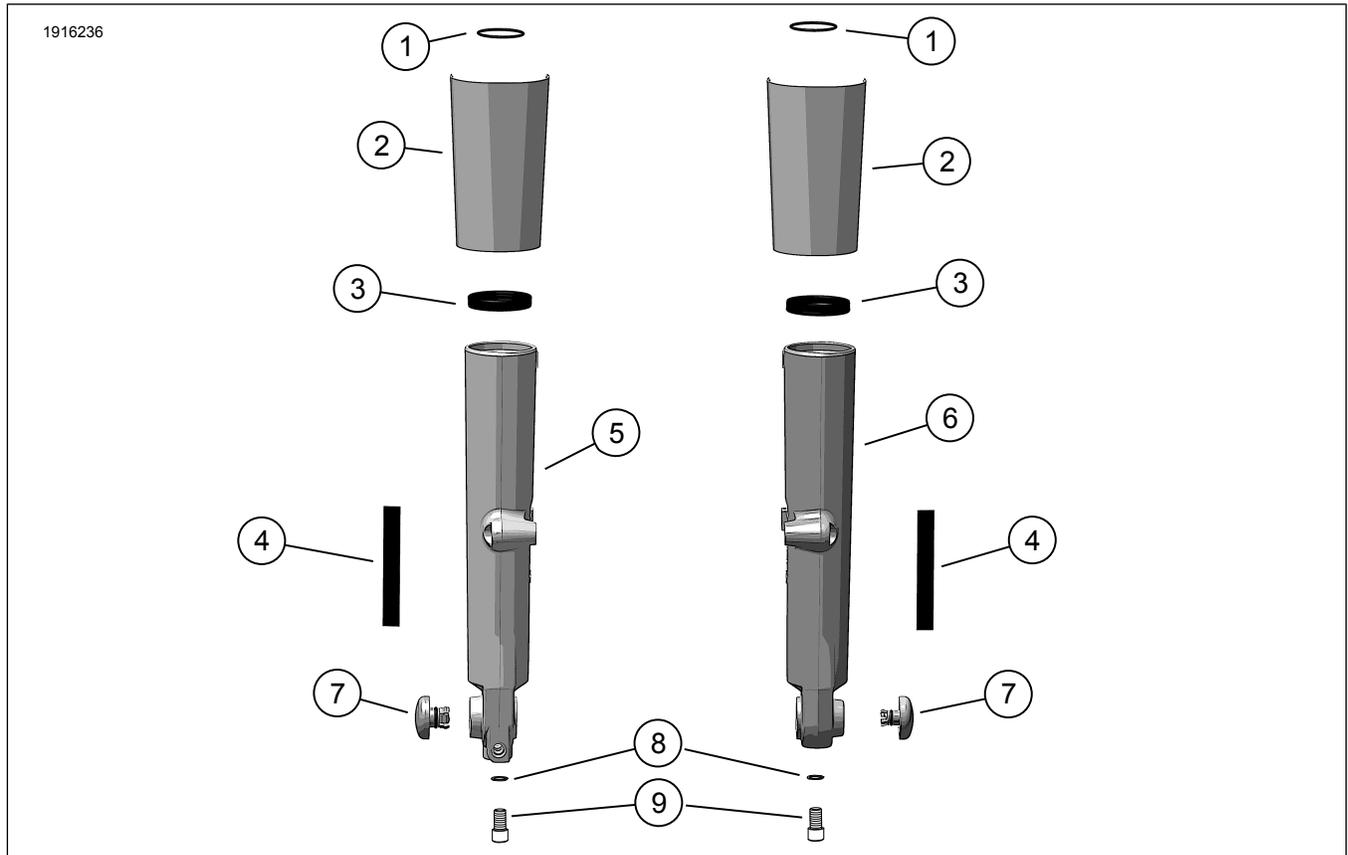
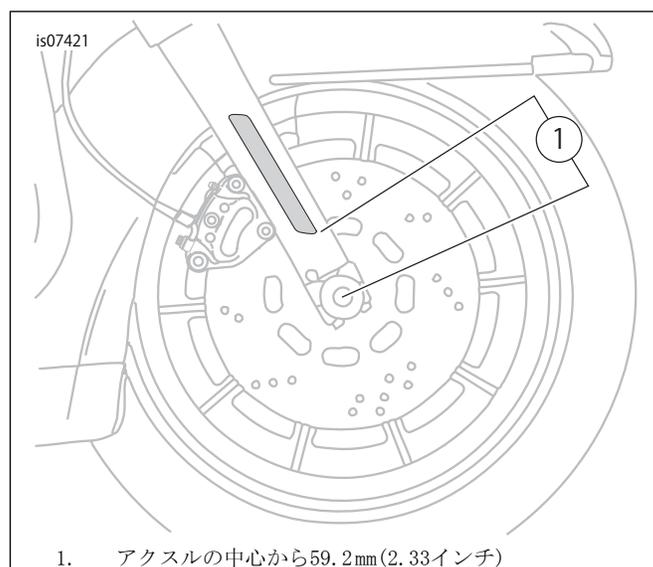

図1。キット内容: クロームロアフォークスライダー
図2。リフレクターの配置
4. 「図1」および「図2」を参照してください。テープ(4)からライナーをはがします。図のように、リフレクターをフォークの所定の位置に取り付けます。しっかり押し付けます。